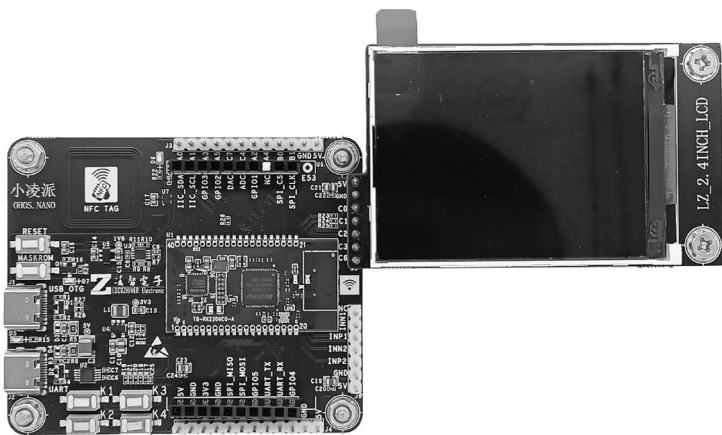

图 5.3.3 2.4 寸 LCD 和小凌派-RK2206 开发板连接图
2.4 寸 LCD 和小凌派-RK2206 开发板连接图如图 5.3.3 所示。